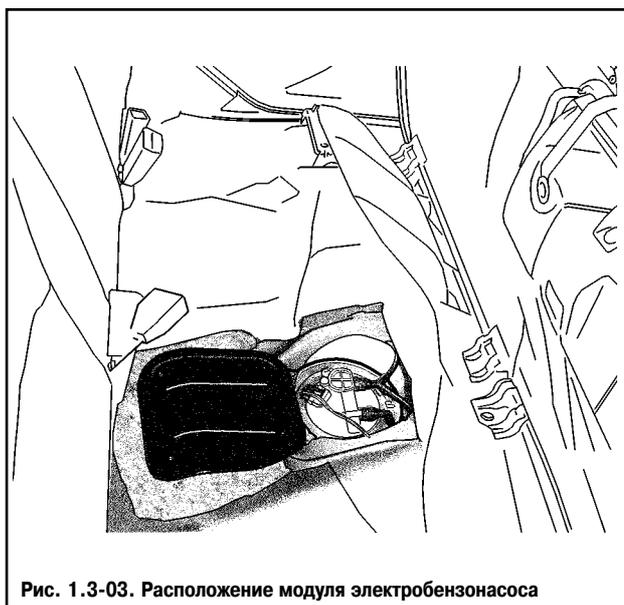

Рис. 1.3-03. Расположение модуля электробензонасоса
2. Отсоединить провода от электробензонасоса (см. рис. 1.3-03).
2. Снять лючок электробензонасоса (рис. 1.3-03) и отсоединить от него провода.